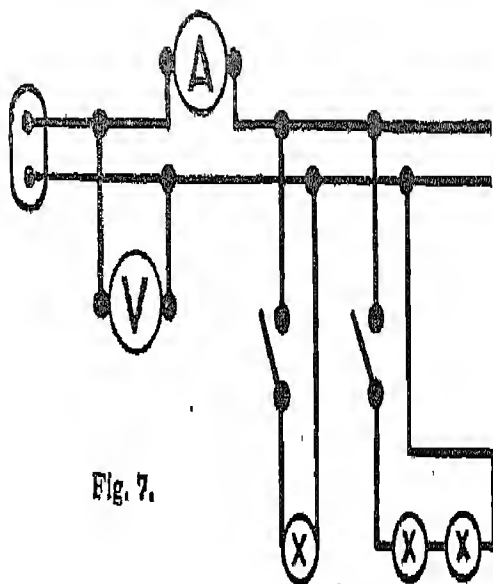

Fig. 7.
4. Décrivez le montage de la figure 7 réalisé sur un secteur à 120 volts. Sur le culot de chaque lampe on lit : 120 V, 60 W.